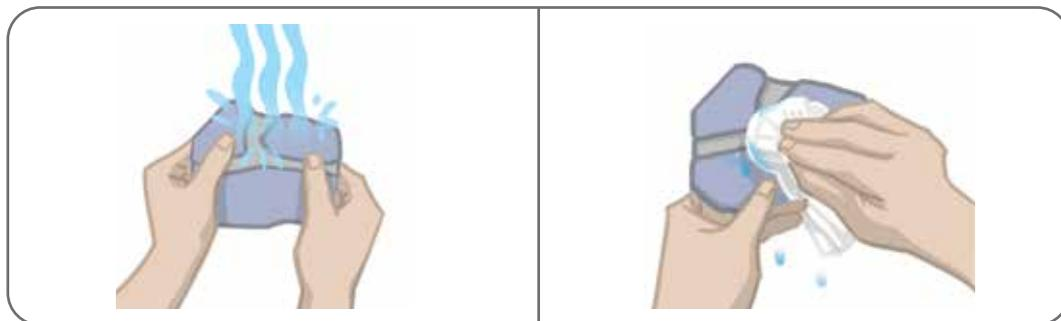

Figura 6-7: Molhe o eletrodo e remova o excesso de água
3. Molhe todo o eletrodo de direcionamento com água. Veja a Figura 6-7.
4. Remova o excesso de água do eletrodo de direcionamento com um pano. Veja a Figura 6-7.